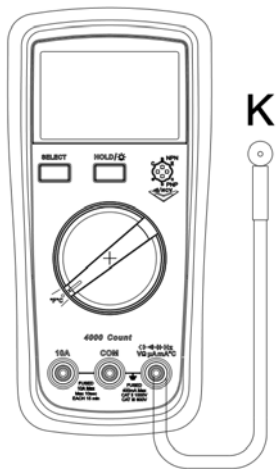

Рисунок 7
9.21. Измерение температуры (см. рисунок 7)